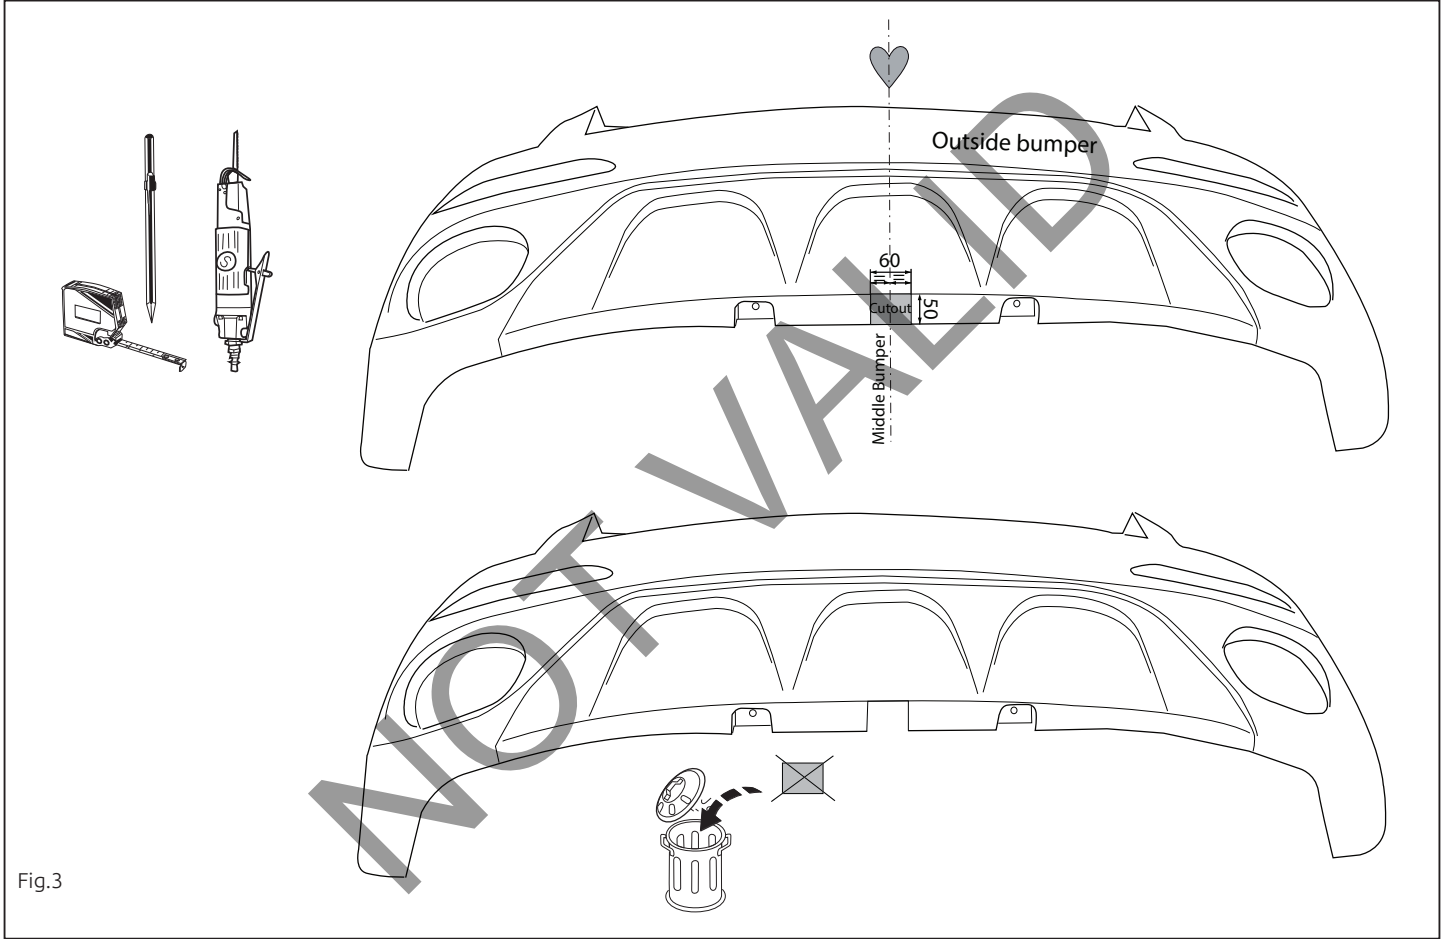

Fig.3
7. Выпилить часть из бампера в середине снизу, как указано на рис. 3.